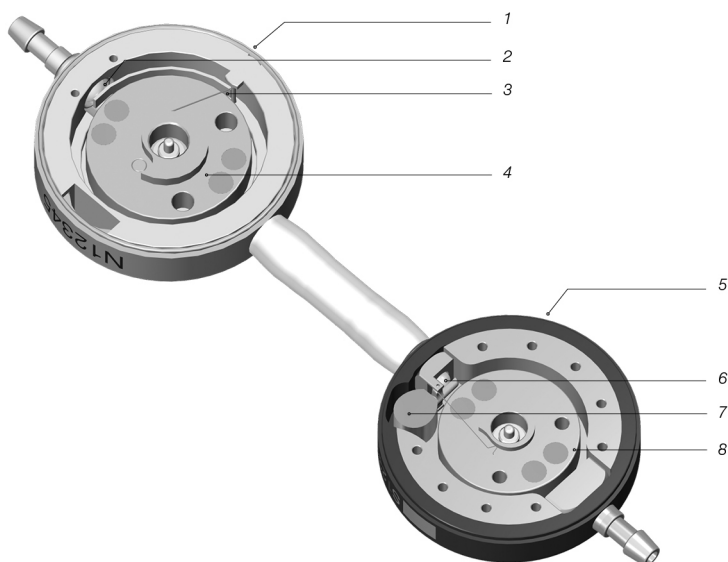

Fig. 1: Tversnitt av M.blue plus
M.blue plus er en ventil som er laget av titan. Den består av en justerbar differensialtrykkenhet og en gravitasjonsenhet (heretter også kalt *proGAV 2.0*) og en justerbar gravitasjonsenhet (heretter også kalt *M.blue*) (fig. 1). Den justerbare differansetrykkenheten i den proksimale delen av ventilen (1) består av et stabilt titankabinett der en proksimal del av en påvist kulekonus-ventil (2) er integrert. En stavfjær (3) bestemmer åpningstrykket til denne enheten. Ved hjelp av en roterbar lagret rotor (4) kan forspenningen til fjærene og dermed ventilåpningstrykket justeres gjennom huden.